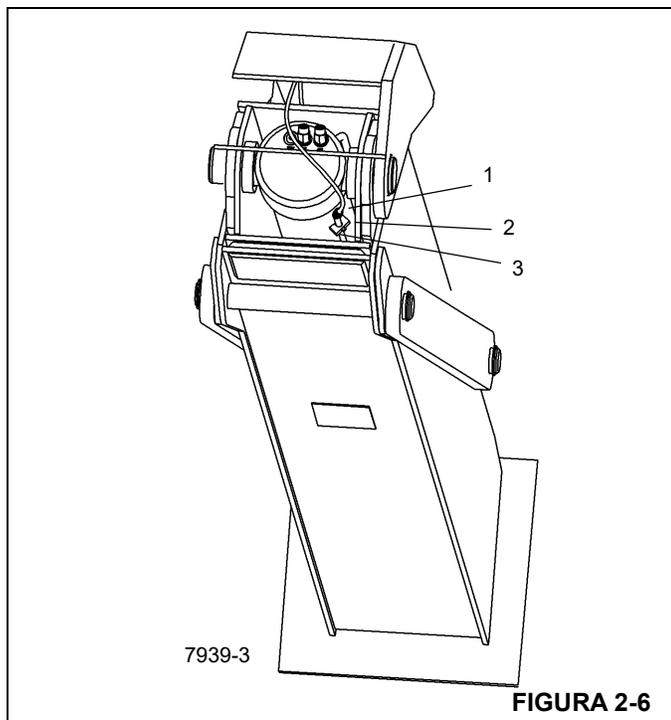

FIGURA 2-6
2. Desconecte el conector eléctrico (1, Figura 2-6) en el sensor.
3. Retire los tornillos de fijación que sujetan la placa de retención del sensor (2).
4. Deslice el sensor (3) fuera de la escuadra de retención del sensor.